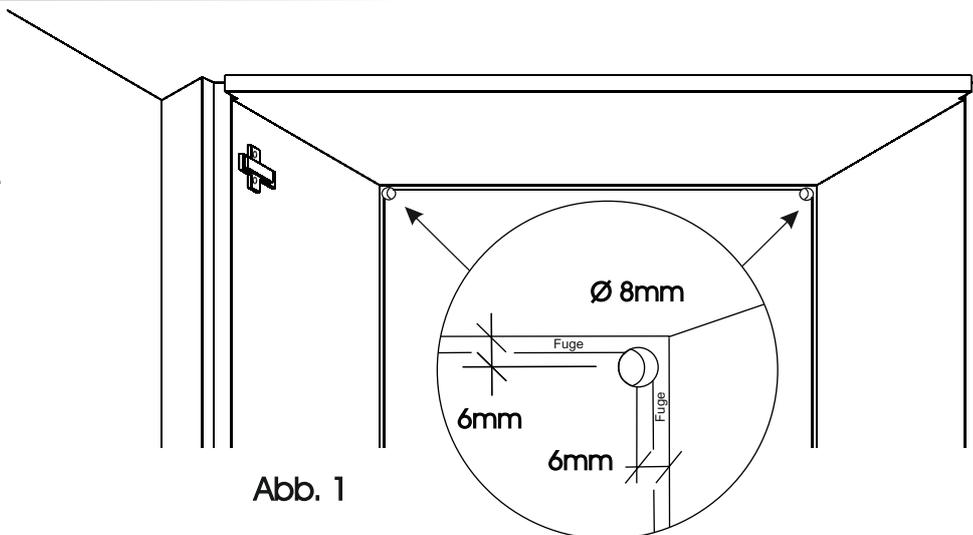

Abb. 1
1. Bohren Sie in der rechten und linken oberen Ecke (Abb. 1) mit einem 8mm Bohrer durch die Rückwand. Diese Bohrung benötigen Sie zur Verlegung der Anschlussleitungen. (Abb. 1)
2. Die Beleuchtung wird Ihnen mit einem Winkelprofil geliefert. Bedingt durch den Ausgang der Zuleitung gibt es ein rechtes und ein linkes Profil. Achten Sie darauf, dass die Kabel der Beleuchtung nach oben geführt sind. (Abb. 1) Ziehen Sie die Anschlussleitung der Leuchte durch die Bohrung.
- Der Schalter wird an der Hinterkante einer Außenseite des Möbels montieren. Die Position ist frei wählbar. Schieben Sie den Berührungsschalter auf und fixieren Sie diesen mit Hilfe der bereits vormontierten Schraube am Schalter. (Abb. 1)